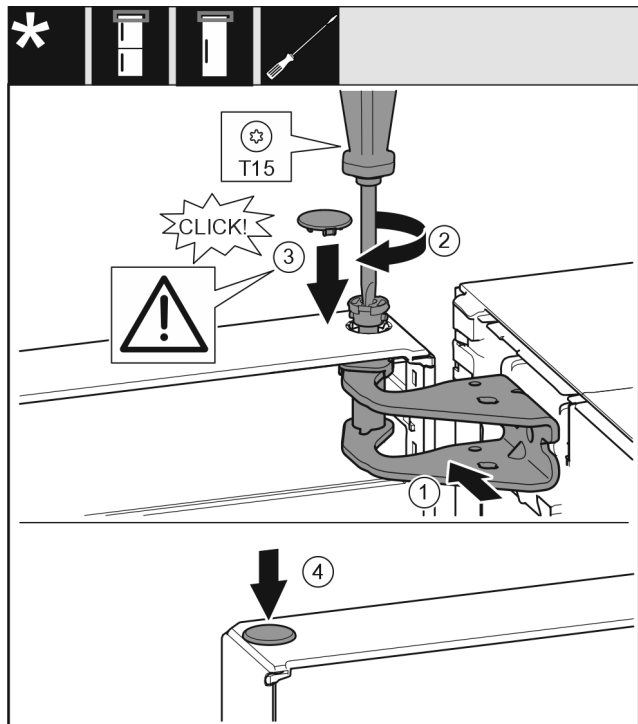

Fig. 21
- ▶ Kohdista ovi ylhäältä laakeripukin aukkoon. Fig. 21 (1)
- ▶ Aseta pultti paikalleen ja kiristä se T15-ruuvimeisselillä. Fig. 21 (2)
- ▶ Suojakannen kiinnittäminen oven suojaksi: Aseta suojakansi paikalleen ja varmista, että se on tiukasti ovea vasten. Muussa tapauksessa pultti on työnnettävä kokonaan sisään. Fig. 21 (3)
- ▶ Kiinnitä nasta. Fig. 21 (4)